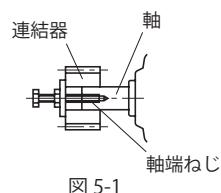

図 5-1
- 焼バメまたは軸端ねじを利用した取り付け（図5-1参照）を推奨します。